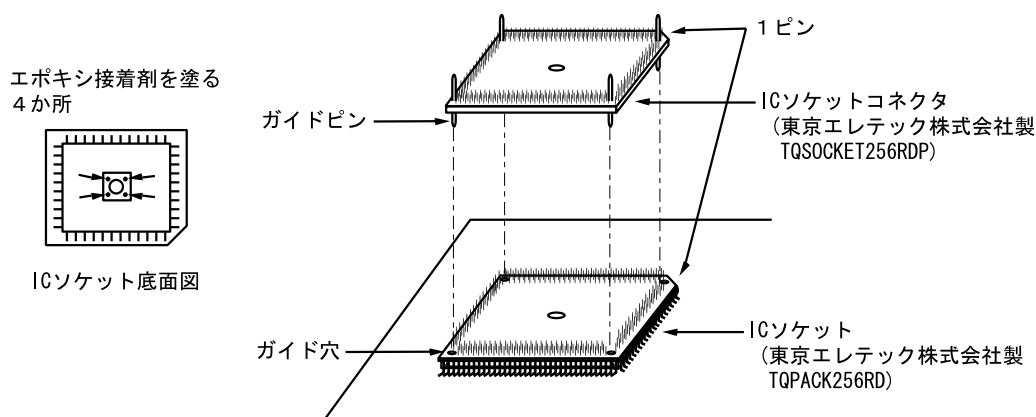

図 2 ICソケットの実装
- (1) FP-256H パッケージ用 IC ソケットをユーザシステムに実装（はんだ付け）します（図 2 参照）。
- (2) ICソケットコネクタとICソケットの1ピンの位置を確認した上で、ICソケットコネクタのガイドピンをICソケットのガイド穴にあわせて差し込みます（図 2 参照）。